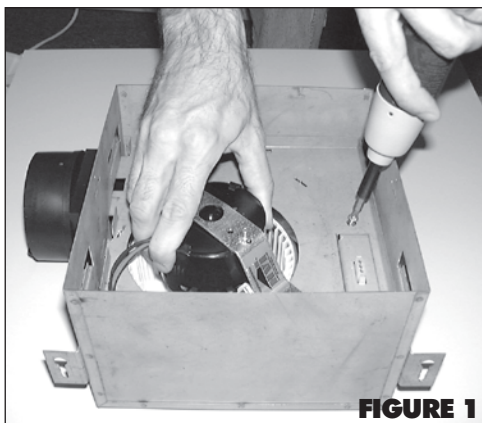

FIGURE 1
1. Remove blower assembly before installing housing. Remove screw from blower assembly then slide assembly sideways and lift out. (Fig. 1)
1. Quite el ensamble del soplador antes de instalar el bastidor. Quite el tornillo del ensamble del soplador y deslice el ensamble de lado y sáquelo al alzarlo. (Fig. 1)
1. Retirer l'ensemble de la soufflerie avant d'installer l'enveloppe. Retirer la vis du support de montage de l'ensemble de la soufflerie de la bague avec prolongement, et puis faire glisser l'ensemble de côté et le soulever. (Fig. 1)